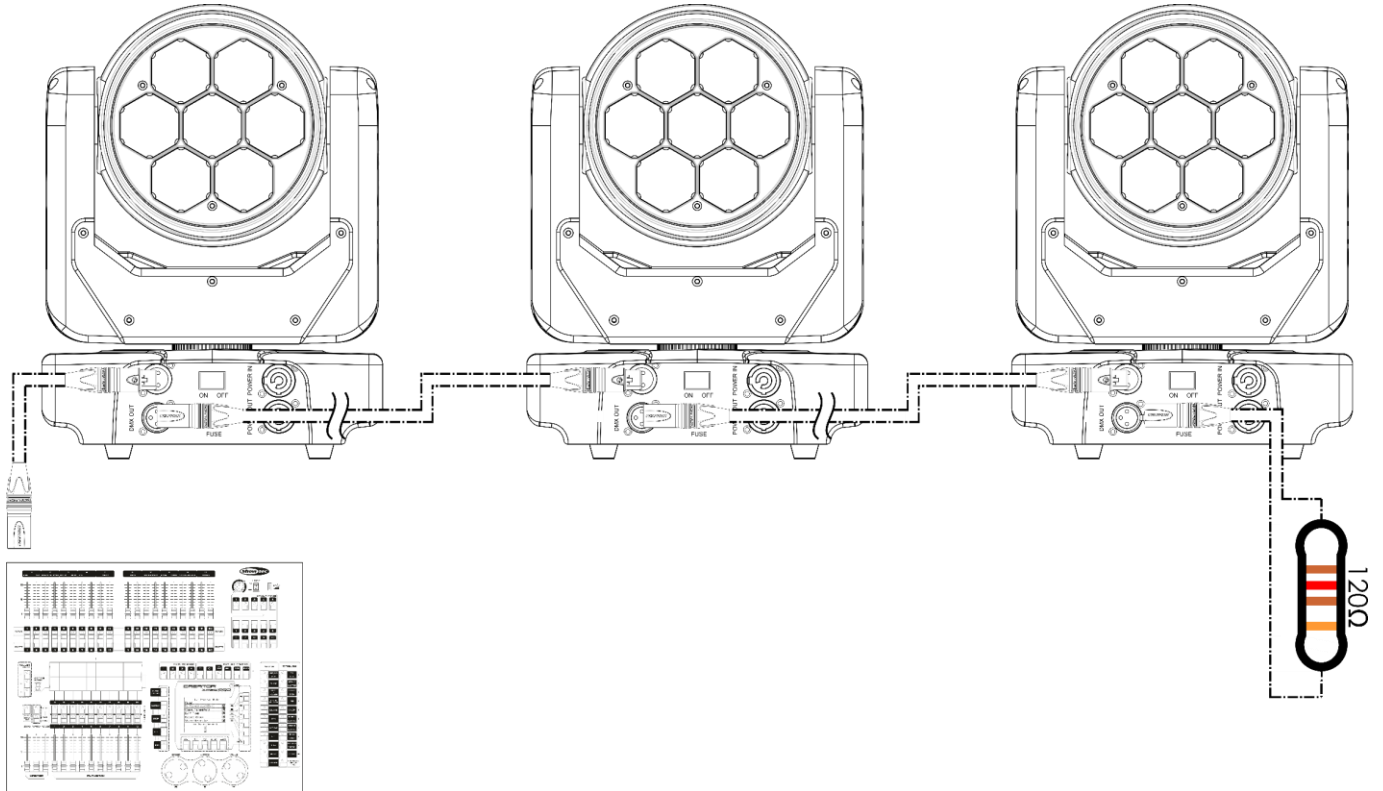

Fig. 13
- 03) Répétez l'étape 2 pour connecter tous les appareils en guirlande, comme indiqué sur la Fig. 13.